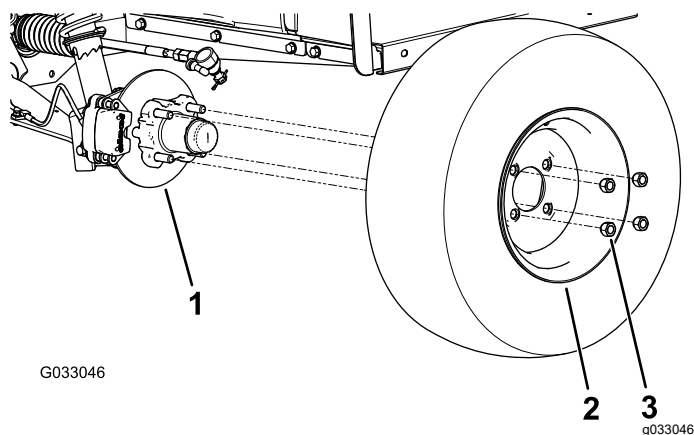

図 29
2. ホイールをハブに固定しているラグナット4個を外す 図 29。
4. ホイールをハブに取りつける。空気バルブを外側に向けて取り付けると 図 29。
5. ラグナットを使用して、ハブにホイールを取り付ける 図 29。